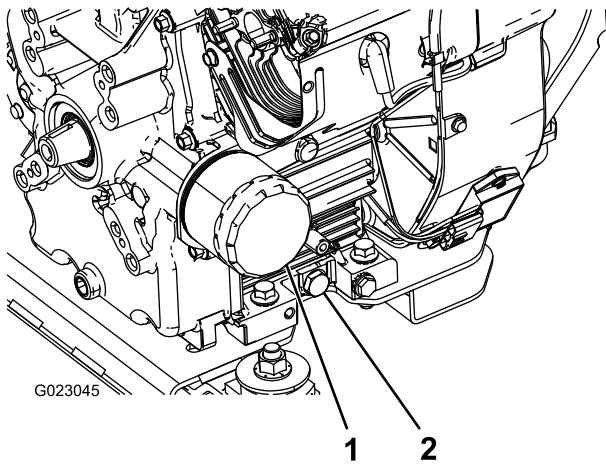

Figure 44
5. Enlevez le bouchon de vidange (Figure 44).
2. Déposez le filtre à huile (Figure 44).
5. Posez le filtre à huile de rechange sur l'adaptateur. Tournez le filtre dans le sens horaire jusqu'à ce que le joint rejoigne l'adaptateur, puis serrez-le encore de 1/2 tour (Figure 44).